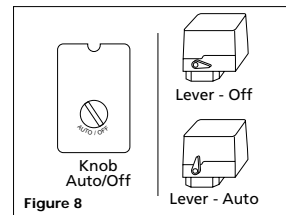

Figure 8
- Gire la palanca del interruptor de presión o la perilla en la posición AUTO y deje que la unidad opere por 30 minutos para darle un rodaje a las piezas del motor (vea Fig. 8).
- Gire la palanca o perilla del presostato a la posición (OFF) apagado y desenchufe el cordón eléctrico. Gire lentamente la perilla del regulador en sentido horario para dejar que se libere toda la presión de aire. No continúe con el siguiente paso hasta que la presión del tanque llegue a cero (0).
4. Turn pressure switch lever or knob to AUTO position and run unit for 30 minutes to break in the pump parts (See Figure 8).